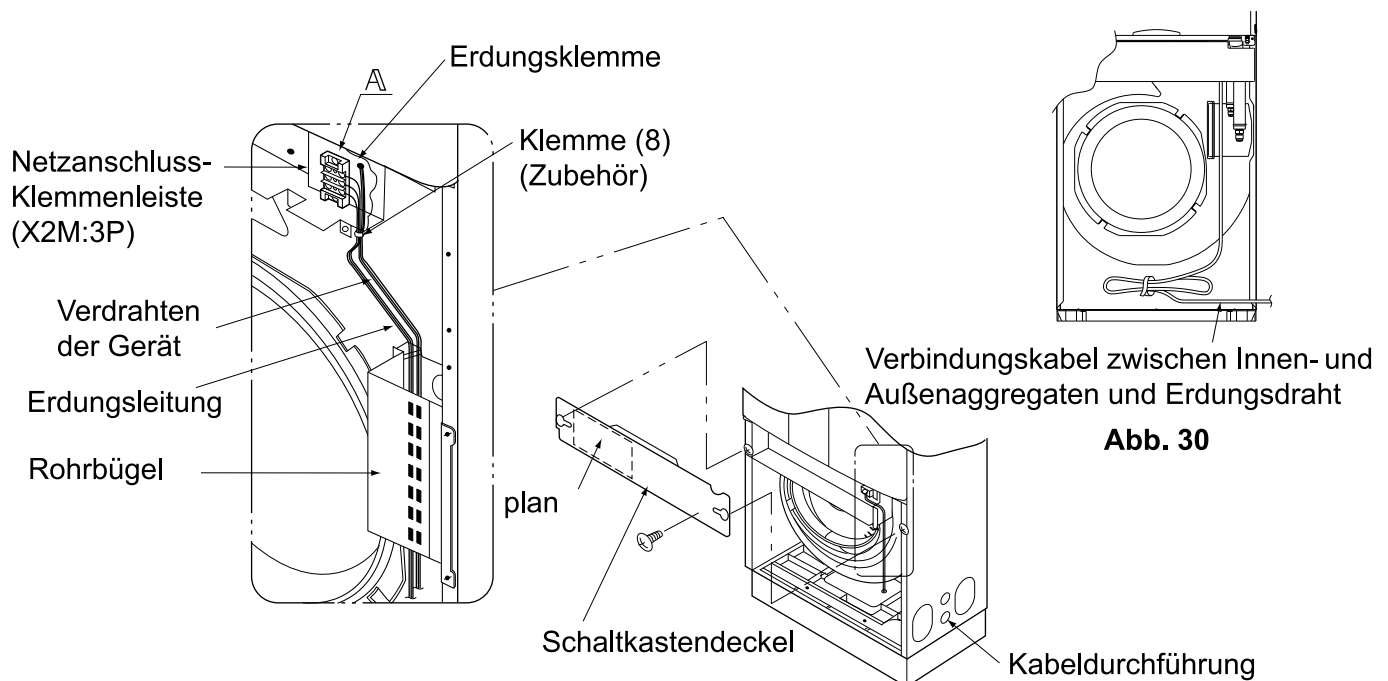

Abb. 30
- Führen Sie die Verbindungskabel und die Erdungsleitungen hinter der Halteplatte für die Leitungen durch. Sichern Sie die Verbindungskabel der Geräte und die Erdungsleitung mit dem Rohrbügel. Verlegen Sie die zusätzlichen Leitungen sauber und ohne Spiel an der in **Abb. 30** gezeigten Position. Die Leitungen können andernfalls mit anderen Bauteilen wie etwa dem Lüfter in Berührung geraten, was eine Beschädigung des Innenaggregats zur Folge haben kann.